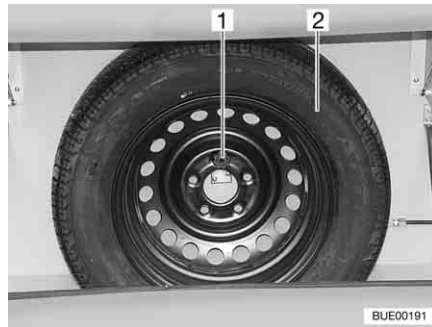

Bild 220 Ersatzrad-Halterung
Die Ersatzrad-Halterung ist im Gaskasten angebracht. Das Ersatzrad (Bild 220,2) ist gegen Aufpreis erhältlich.
- Schraube (Bild 220,1) lösen.
- Ersatzrad (Bild 220,2) entnehmen.